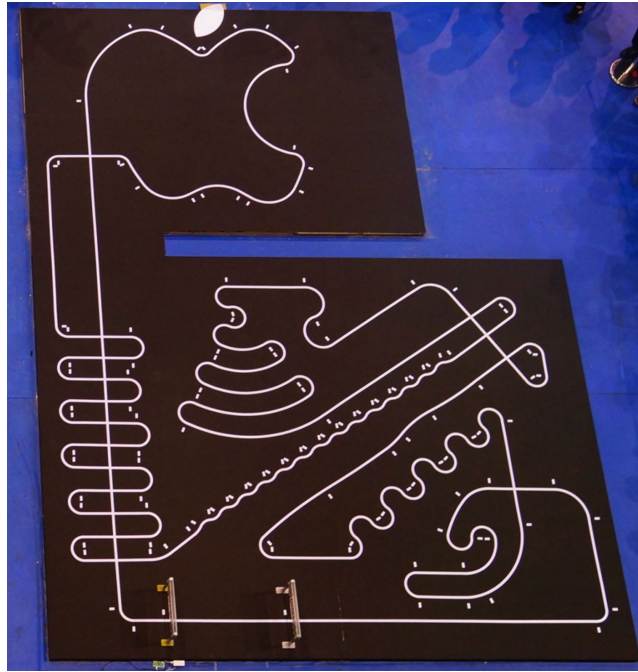

Figura 1: Pista Referencial
- 4.1. La superficie del escenario está hecha de tableros de MDF negro (Ver figura 1). Las líneas del recorrido están hechas con cinta blanca de 19 [mm] de ancho. El largo máximo del recorrido es de 60 [m].